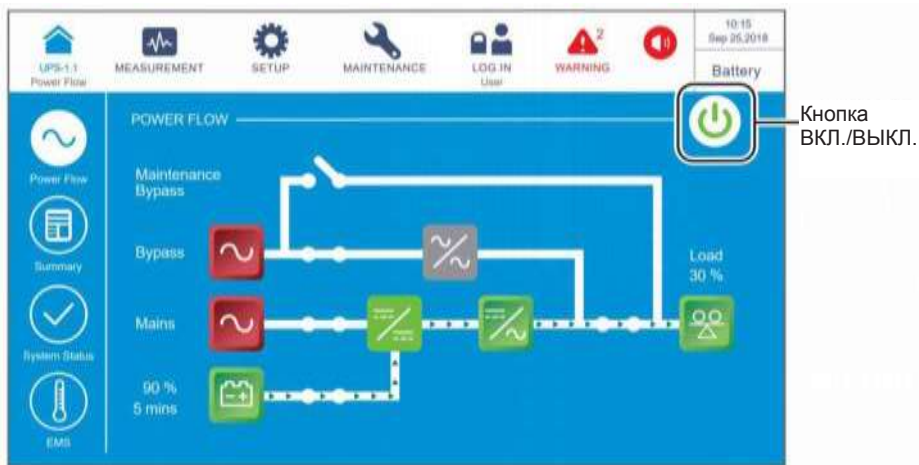

Рисунок 6-48: Экран батарейного режима и кнопка ВКЛ./ВЫКЛ.
- 4) В батарейном режиме на ЖК-дисплее отображается следующий экран (**Рисунок 6-48**), а трехцветный светодиодный индикатор горит желтым. Расположение трехцветного светодиодного индикатора см. на **Рисунке 2-11**.